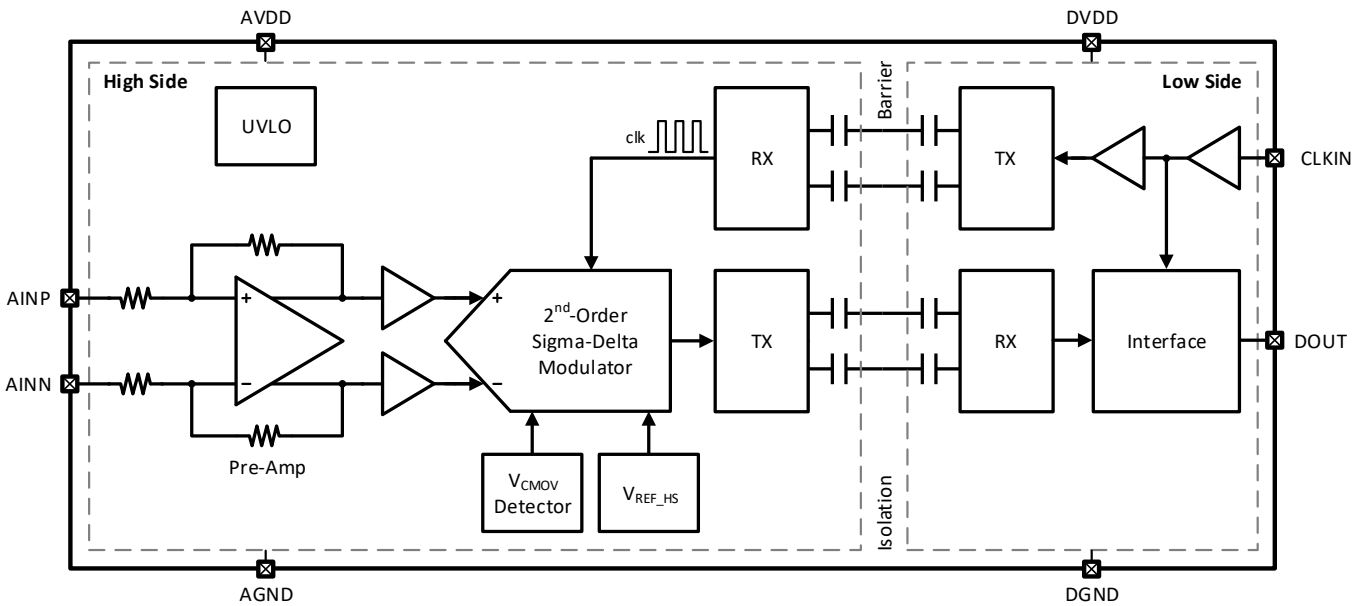

图 8-1 CA-IS1305x 功能框图
CA-IS1305x 器件是一系列为基于分流电阻的电流检测而优化的高精度隔离式 Sigma-Delta ($\Sigma\Delta$) 调制器。功能框图如图 8-1 所示。在高边，全差分运放先对分流电阻上的压降预放大然后驱动二阶 Sigma-Delta ($\Sigma\Delta$) 调制器。该调制器将模拟信号转换成 1 位的数字位流。为了在基于二氧化硅的隔离层的信号传输，数字位流通过使用简单的开关键控 (OOK) 调制方案和高频载波进一步调制。接收机 (RX) 在低边将接收到的调制信号恢复成原始的数字位流。为了整个芯片的同步，外部时钟被发送回高边，确保所有的时钟同源。输出位流与外部时钟在 CLKIN 引脚处同步。在额定输入范围内，串行位流中 1 的密度和模拟输入电压幅度成正比 (详见数字输出小节)。外部时钟输入有助于在系统层面的多通道电流检测的同步。